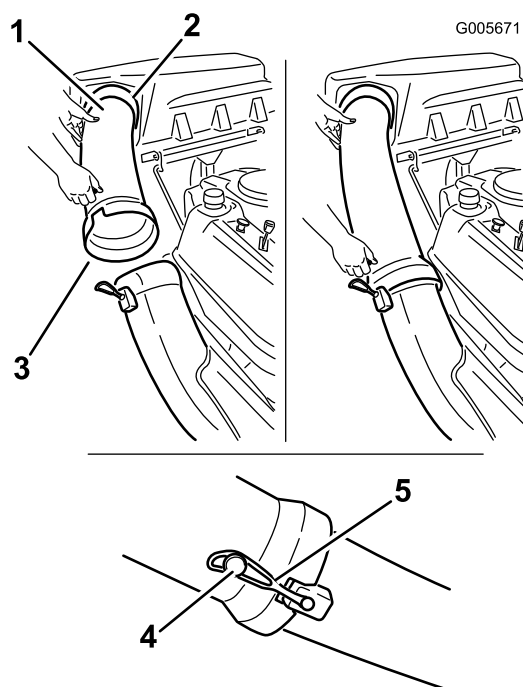

Figura 17
1. Inserite l'estremità curva del tubo di scarico nell'apertura prevista nel coperchio del sistema di raccolta (Figura 17).
2. Fate passare l'estremità svasata del tubo di scarico sopra l'estremità della guida di scarico. Portate il cinghiolo di gomma sopra il grano del tubo di scarico per ancorarlo con sicurezza (Figura 17).